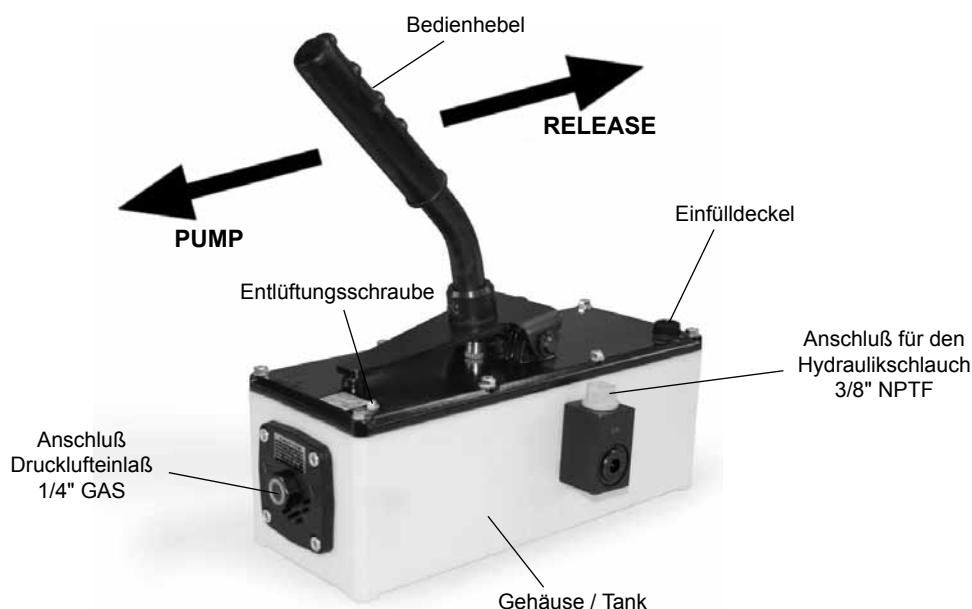

Abb.8
Auf Abb.8 sind die verschiedenen Teile der Pumpe dargestellt.
- Einen sechskantigen Steckschlüssel Ø17 verwenden und den Einfülldeckel abnehmen (Abb.8, Seite 26).
- Den druckseitigen Hydraulikschlauch (Abb.8, Seite 26) anschließen. Am Schlauch muß ein Anschluß vom Typ 3/8" NPTF angebracht werden, um den zuvor ein Teflonband gewickelt wurde.
- Die Entlüftungsschraube (Abb.8, Seite 26) mit einem geeigneten Schraubenzieher um drei oder vier Umdrehungen lockern.
- Den Einfülldeckel mit Hilfe eines sechskantigen Steckschlüssels Ø17 (Abb.8, Seite 26) lockern und den vorher mit Teflonband umwickelten Schlauch mit Anschlußteil 1/4" GAS anbringen.
- Am Druckluftanschluß (Abb.8, Seite 26) eine für Ihre Anlage passende Schnellverbindung festschrauben, deren Gewinde zuvor mit Teflonband umwickelt wurde.
- um die Pumpe zu betätigen, den Hebel leicht drücken, wie in Abb.3, S.3 gezeigt (Richtung **PUMPE** – Abb.8, S.26). Die Pumpe beginnt daraufhin, einen hydraulischen Druck zu erzeugen, wodurch die Maschine betätigt wird.
- um den Druck auf Null, und somit die Maschine in Ruhestellung zu bringen, den Hebel, wie in Abb.4, S.3 drücken (Richtung **RELEASE** – Abb.8, S.26).